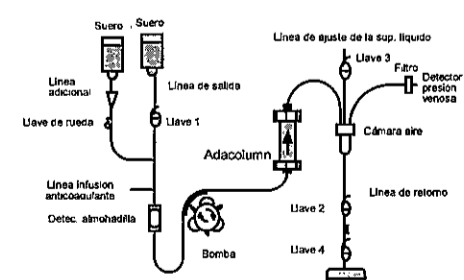

Fig. 2
- 2) Extraer el tapón del extremo de color rojo y conectar con firmeza la línea de entrada a Adacolumn. Colocar Adacolumn en su soporte de manera que el extremo rojo se halle en la parte inferior. Extraer el tapón colocado en el extremo coloreado en azul y conectarlo a la línea de retorno al paciente (Fig. 2).